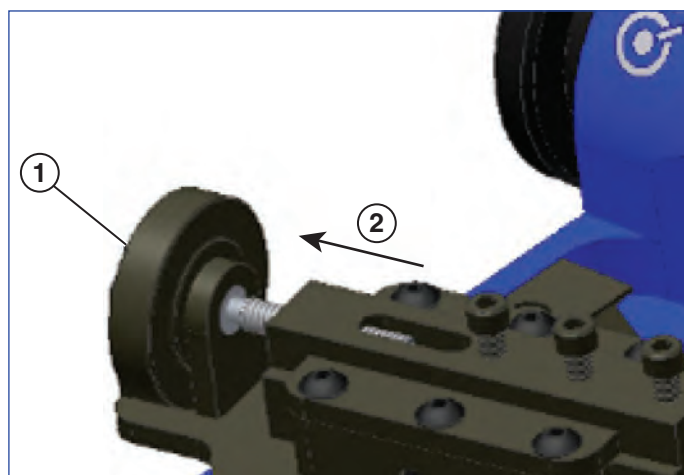

Figura 9
7. Gire el tornillo de ajuste de profundidad para posicionar el bloque de la herramienta en la posición de repliegue (véase la Figura 9).